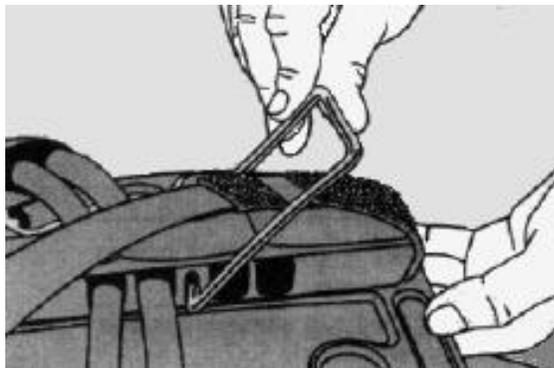

Figura 9
1. No caso de Equipamento Autônomo com tubulação sinalizadora (S), levantar a base de borracha e puxar a tubulação de sinalização.
2. Prender o suporte do cilindro na posição horizontal. (Figura 9)
- Colocar a alavanca tensora na posição de fechamento. O came de fechamento da alavanca tensora irá engatar. (Figura 9)
- No caso de Equipamento Autônomo com tubulação de sinal (S), guiar a tubulação de sinal pela fenda direita externa da base dos cilindros.